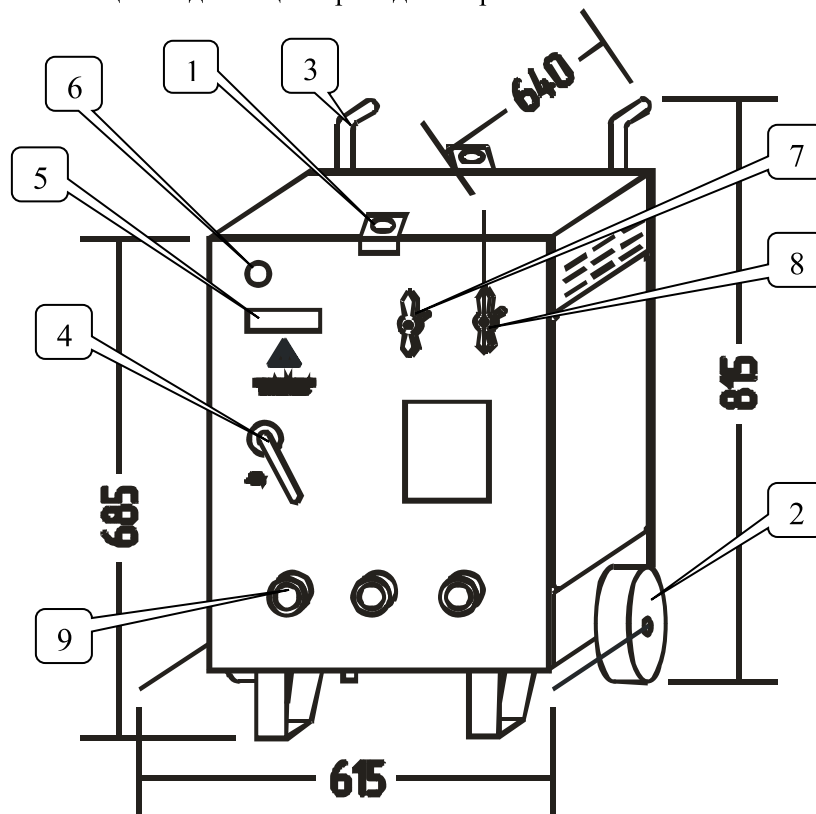

Рис. 1
4.1 Общий вид станции приведен на рис. 1.
Станция (рис.1) состоит из сухого 3-х фазного понижающего трансформатора, установленного внутри корпуса. Станция оснащена
5.11. При подъеме станции ее необходимо стропить за рым-скобы (рис.1, поз.1).
6.7. При помощи токовых клещей убедиться, что ток нагрузки в проводах, подключенных к зажимам поз.9 рис.1, не превышает 145 А в каждом проводе.